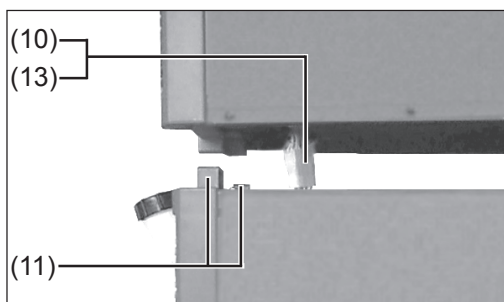

Abb.19 Steckverbindung zwischen Stromquelle und Kühlgerät
1. Oben am Autotrafo beiliegende Sechskantmuttern von innen in die sechskantförmigen Öffnungen (11) der Befestigungsstege schieben (Abb.17 und Abb.19)
4. Verbindungsstecker (13) der Stromquelle so weit wie möglich durch die Öffnung an der Unterseite ziehen (Abb.19)
5. Steckverbindung (10) zwischen Stromquelle und Kühlgerät wiederherstellen (Abb.19)